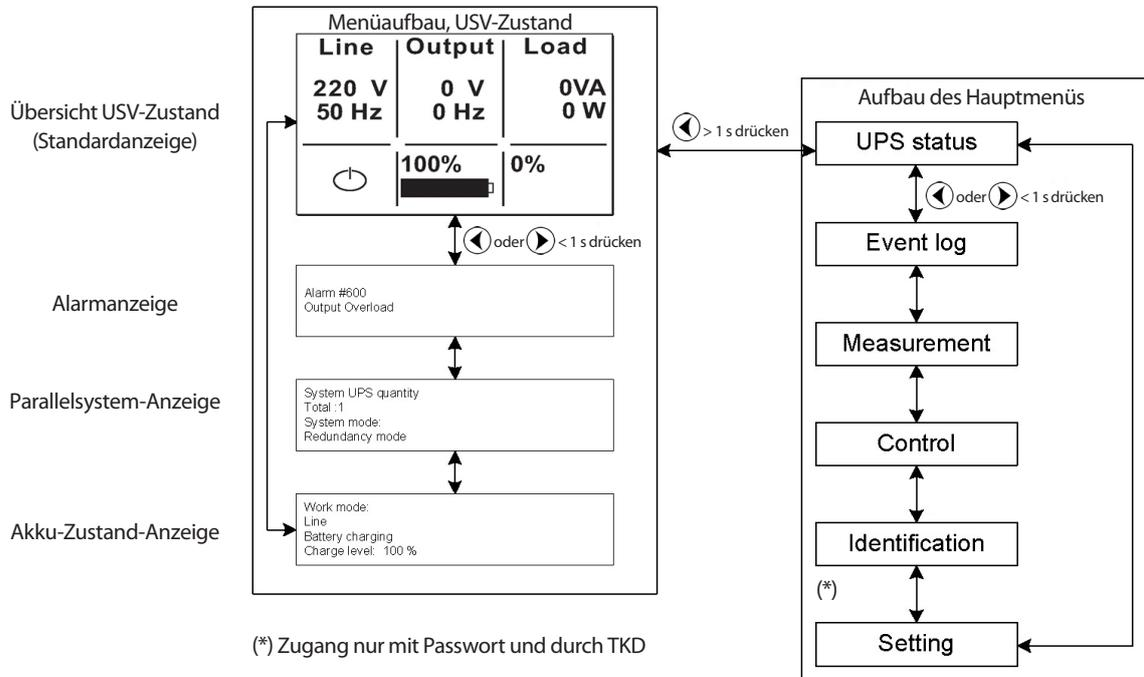

Abb. 33. Anzeigen, Aufbau Hauptmenü.
- Wenn Sie aus dem gleichen Hauptbildschirm die Taste  > 1 Sekunde lang drücken, erscheint der Aufbau des Hauptmenüs (siehe Abb. 33).